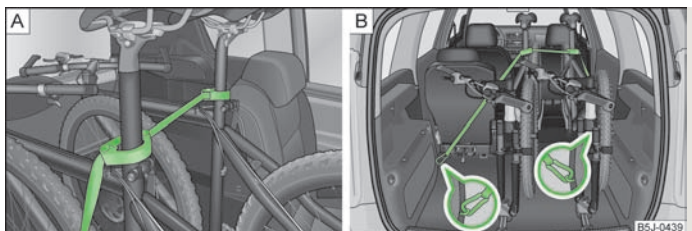

Fig. 54 Asegurar las bicicletas
- Colocar la abrazadera con la pieza de goma hacia delante (en el sentido de la marcha) en la parte más baja posible del soporte del sillín y cerrarla » fig. 54 - [A].
- Para transportar dos bicicletas, tensar la correa » fig. 54 - [A] entre los sillines separando las bicicletas.
- Enganchar el gancho de mosquetón en los extremos de la correa en las argollas de amarre detrás de los asientos posteriores » fig. 54 - [B].